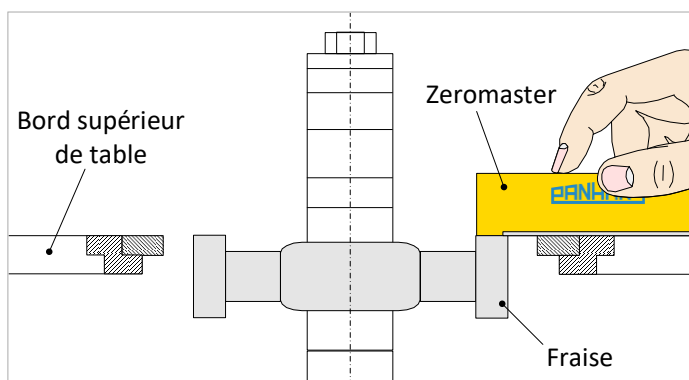

Figure 41 : calibrer la hauteur de l'outil avec « Zeromaster »
2. Poser le Zeromaster sur la table (voir ⇒ Figure 41). La partie arrière doit reposer sur la table et la partie avant doit dépasser de l'ouverture de la table.